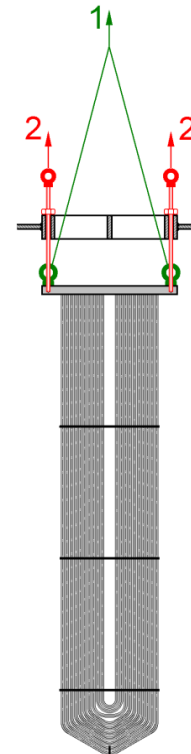

Ilustración 10c. Elevación del haz tubular hacia el cabezal en la placa superior.
- 6) Levante el haz tubular mediante cuatro pernos M16 (véase la ilustración 2). Véase la técnica de levantamiento "1" de la ilustración 10c.
- 3) Levante el haz de tubos (consulte la ilustración 2) hasta que quede justo por debajo del cabezal, dejando al mismo tiempo espacio suficiente para extraer los pernos (véase "1" de la ilustración 10c).